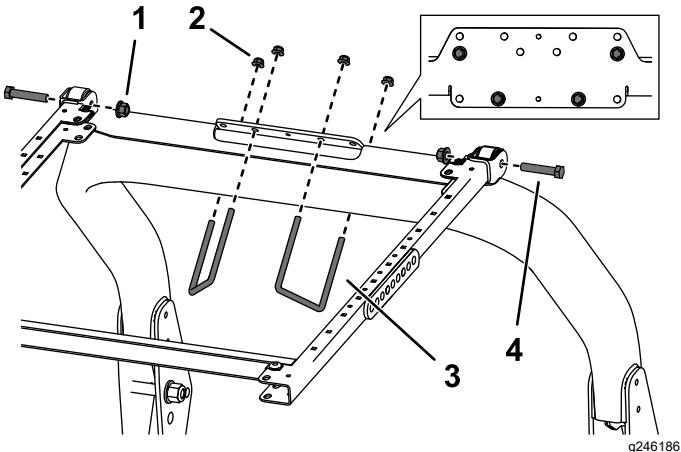

Figura 38
6. Posicione o suporte de montagem do ROPS na parte superior da barra de segurança da unidade de tração (Figura 38). Certifique-se de que a barra de segurança está centrada no suporte de montagem do ROPS.
7. Utilizando os furos de montagem mostrados na Figura 38, monte cada suporte de montagem do ROPS na parte superior da barra de segurança com duas cavilhas em U (3 1/2 x 5 pol.) e quatro porcas flangeadas.